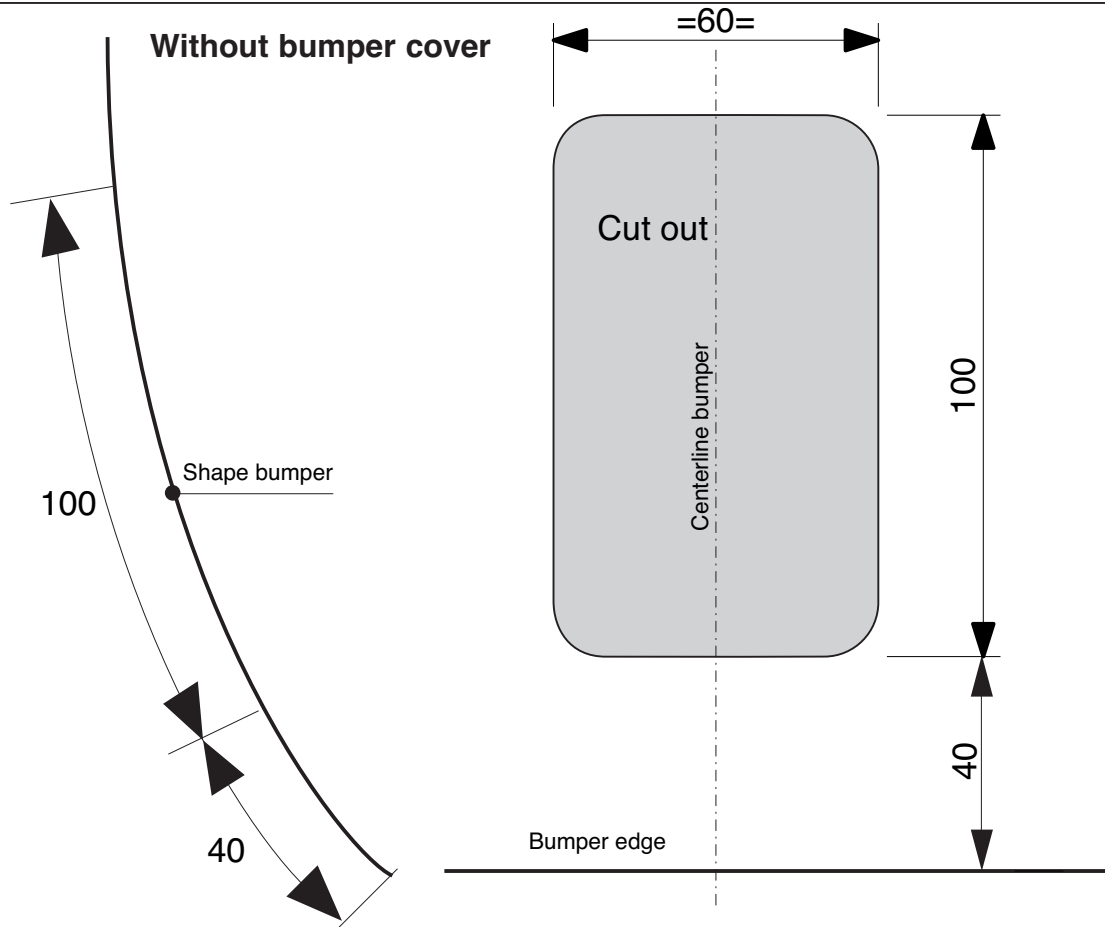

Fig. 4
5. Для автомобилей **A3** Выпилить часть из бампера в середине снизу, как указано на рис. 4. и 5